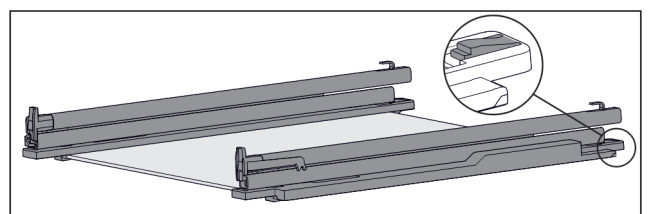

Fig. 116 Tablette en verre avec rails et pièces de retenue
- ▶ Pousser l'arrière de la pièce de retenue vers le bas (voir Fig. 116) et pousser dans le même temps le tiroir vers l'arrière.